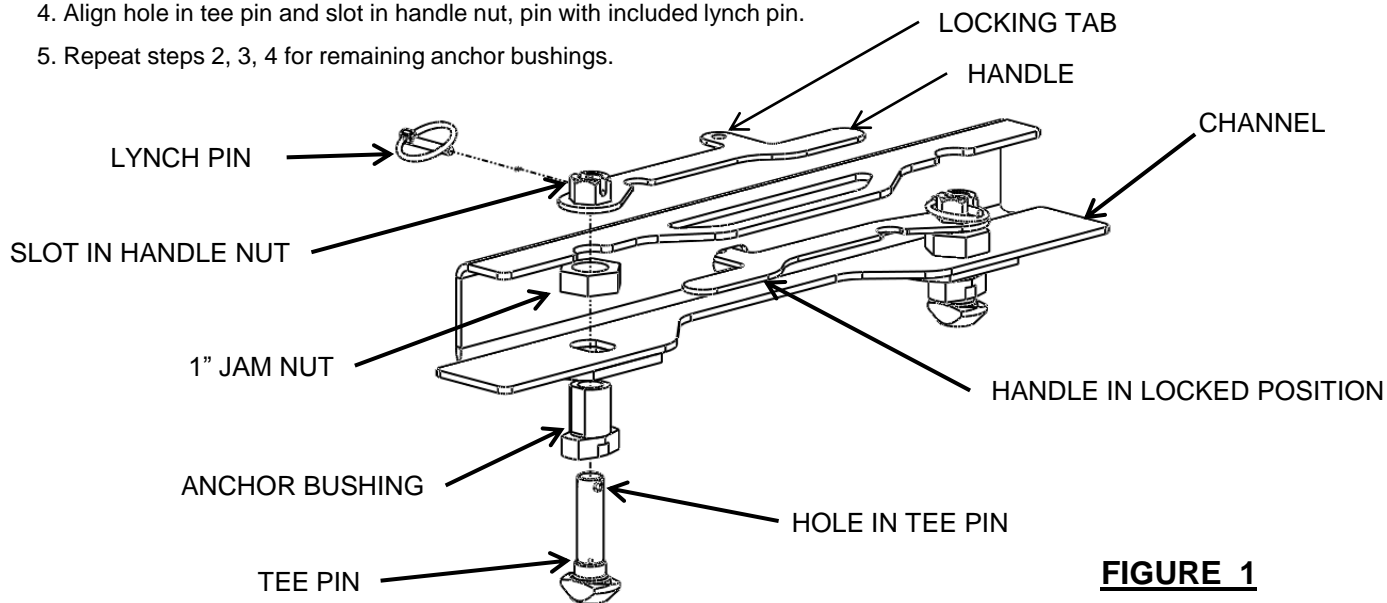

FIGURE 1
1. Assemble the four anchor bushings and the 1" jam nuts together (fig 1) and snug-fit (no vertical play in anchor bushing assembly), then go another quarter turn beyond contact point for proper torque requirement.
2. Once all of the bushings and jam nuts are tight, assemble the tee pin and handle as shown (fig 1). (NOTE) When handles are in locked position locking tab must protrude through slot in channel.
- If the adapter does not fall into under bed mounting kit, when handles are in unlocked position, the tee pin bushing needs adjustment. This can be done by loosening the four 1" jam nuts (refer to fig 1), while all nuts are loose drop into the under bed mounting kit. While in place tighten jam nuts as described in the "system assembly" section.
1. Instale los cuatro casquillos de anclaje y las tuercas de bloqueo de 1" juntos (fig 1) y haga un ajuste ceñido (sin juego vertical en el ensamble de los casquillos de anclaje), luego haga otro cuarto de giro más allá del punto de contacto para el requisito correcto de torsión.
2. Una vez que todos los casquillos y las tuercas de bloqueo estén apretados, instale el pasador en T y la manija como se muestra (Fig. 1). (NOTA) Cuando las manijas estén en la posición de bloqueo, la pestaña de bloqueo debe sobresalir a través de la ranura en el canal.
- Si el adaptador no cae dentro del kit de montaje debajo de la base, cuando las manijas se encuentran en posición abierta, el casquillo del pasador en T necesita ajuste. Esto se puede hacer aflojando las cuatro tuercas de bloqueo de 1" (ver fig 1), mientras que todas las tuercas se dejan caer flojas dentro del kit de montaje debajo de la base. Mientras están en su lugar apriete las tuercas de bloqueo como se describe en la sección de Ensamble del sistema.